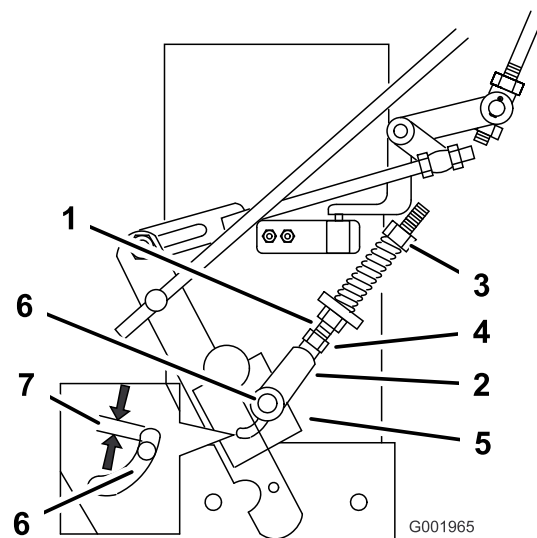

Figure 46
3. Desserrez l'écrou contre la chape (Figure 46).
4. Réglez la longueur de l'ensemble chape et goujon de point mort de sorte que l'axe de chape ne rencontre pas l'arrière de la fente du support du bras de commande (Figure 46).
5. Serrez l'écrou contre la chape (Figure 46).